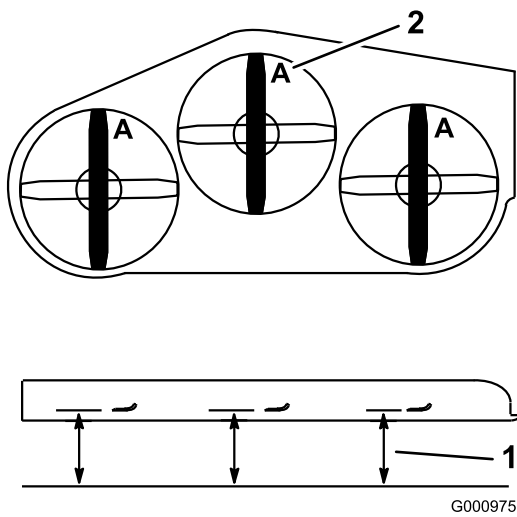

Figura 90
3. Girate le lame fino a disporle in parallelo con la lunghezza della macchina (Figura 90). Misurate da un piano orizzontale fino al tagliente delle lame, posizione **A**, (Figura 90). Prendete nota di questa misura.